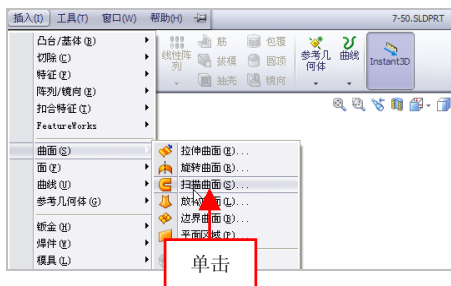

图 7-50 单击【扫描曲面】命令
(2) 单击菜单栏上的【插入】|【曲面】|【扫描曲面】命令，如图 7-50 所示。